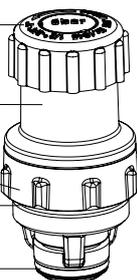

fig. 2a
La tenuta del corpo della valvola (3) è assicurata da un O-ring. Fate attenzione che entrambi gli O-ring (4 + 5) siano montati sulla parte superiore sostitutiva (vedi fig. 2a + 2b) e che il filetto della parte superiore, come pure i punti di tenuta degli O-ring siano puliti e lucidi nel corpo valvola (3).
The valve casing (3) is sealed with an O-Ring. Take care that both O-Rings (4 + 5) are mounted on the upper part replacement (s. fig. 2a + 2b) and that the thread on the upper part as well as the sealing area adjacent to the O-ring on the valve casing (3) is shiny metal and clean.